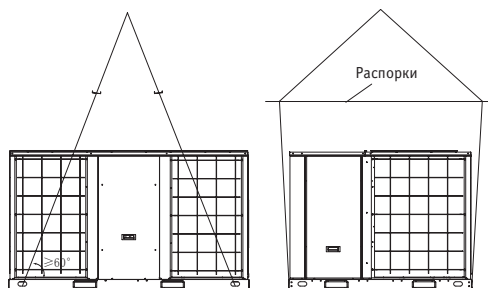

Рис. 17
- Такелажные стропы должны выдерживать трёхкратный вес блока. Перед подъемом проверьте и убедитесь, что крюки прикреплены к блоку надежно и образуют углы не менее 60° относительно его основания (см. рис. 17).